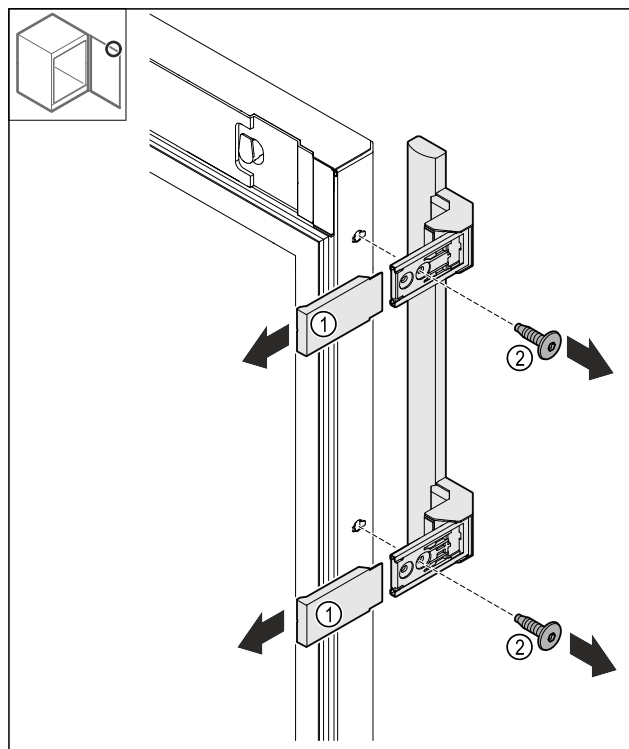

Fig. 19
- Húzza le a fedelet Fig. 19 (1).
- Oldja ki a csavarokat Fig. 19 (2).